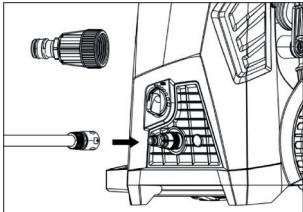

Рис. 9
- Подсоедините переходник садового шланга (гнездовой соединитель) к выпускному отверстию для воды мойки высокого давления, затем вставьте садовый шланг (штекерный конец) в переходник садового шланга. Рис.9